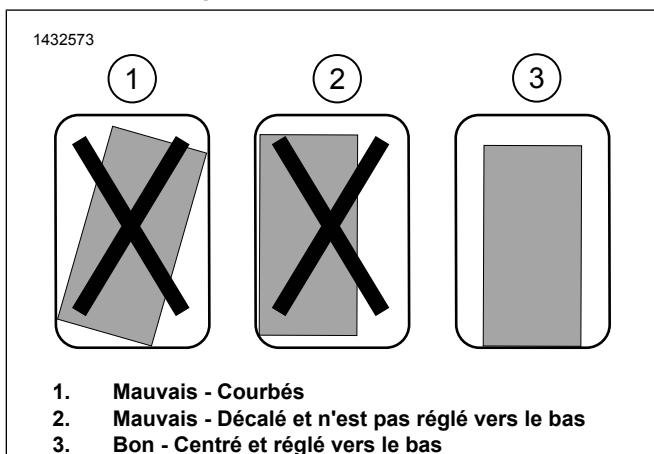

Figure 4. INSTALLATION DU SUPPORT DE MONTAGE
- a. Voir la Figure 4. Testez l'adaptation de l'assemblage du support de montage. Le support doit être droit, centré et aussi près que possible du bas de la sacoche.
- c. Voir la Figure 4. Testez l'adaptation pour l'emplacement final pour assurer que support est droit, centré et aussi près que possible du bas de la sacoche.